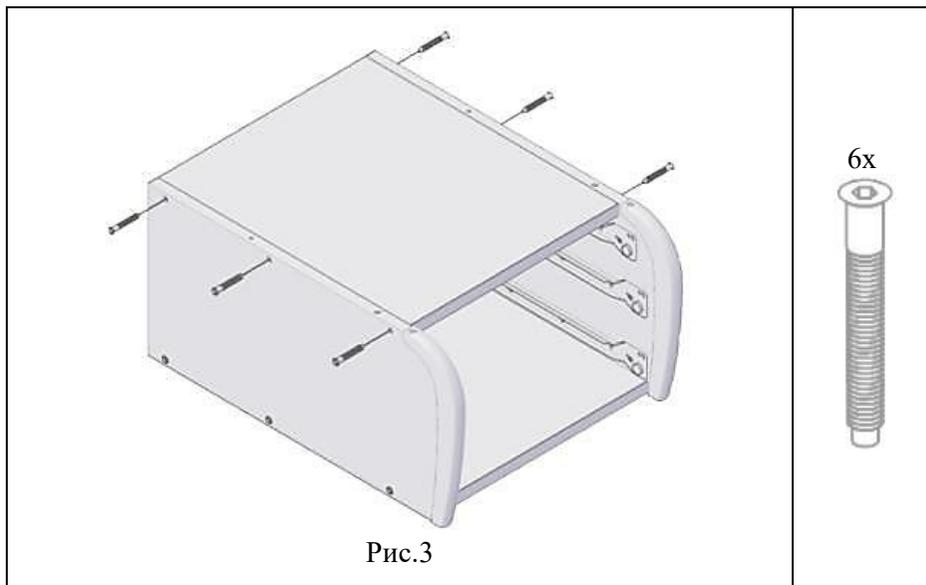

Рис.3
4.1.4 К сборке по п. 4.1.3 прикрутить с помощью винтов конфирмат (поз. 3, пакет № 53) плиту верхнюю (поз.4), см. рис.3.